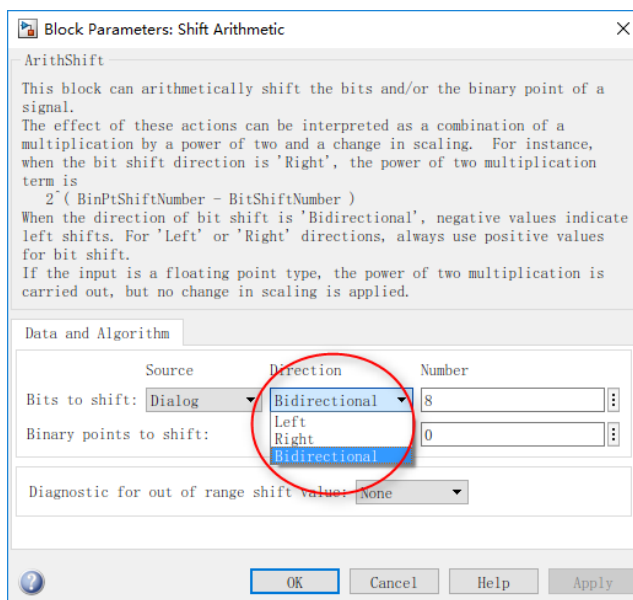

图 4-4 Shift Arithmetic
③为移动数据位数，实际上就是将高 8 和低 8 分离，设置如图 4-4 所示：